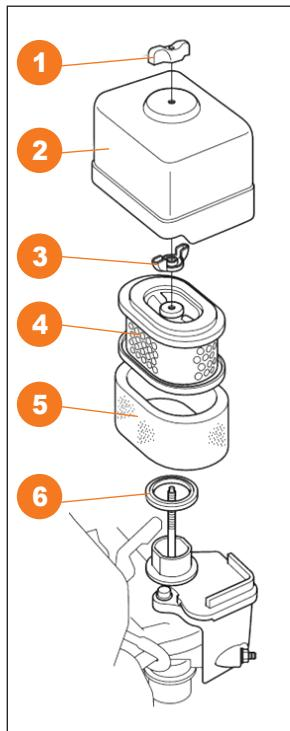

Рис. 25
Работа с обмерзшим воздушным фильтром может привести к избыточному обогащению топливной смеси с последующей потерей мощности двигателя и закоксовке камеры сгорания. При температуре воздуха выше 0 градусов и в условиях повышенной запыленности работа без воздушного фильтра запрещена. ① барашковая гайка, ② крышка воздушного фильтра, ③ барашковая гайка, ④ бумажный фильтрующий элемент, ⑤ пористый фильтрующий элемент, ⑥ прокладка (Рис. 25).